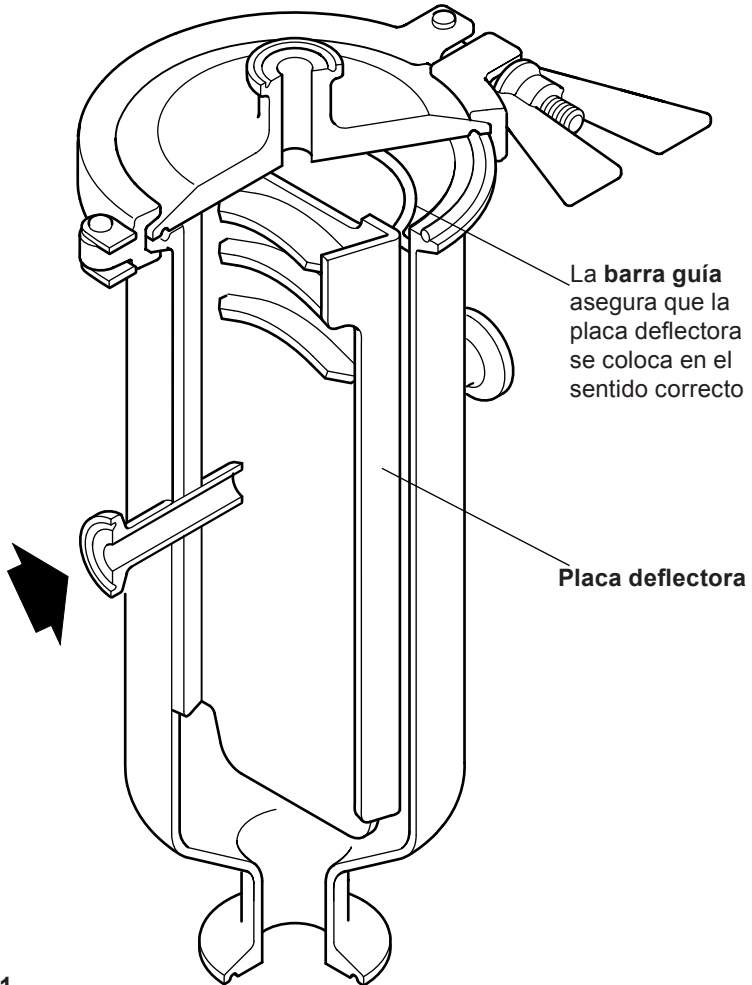

Fig. 1 CS10-1
**Nota:** La barra guía (ver Fig. 1) asegura que la placa deflectora se coloca en el sentido correcto al montar.